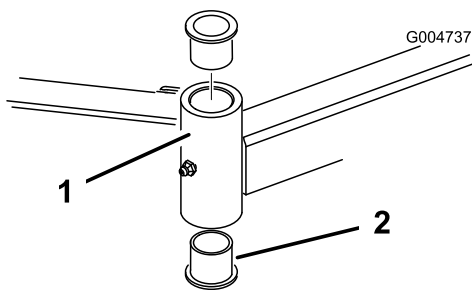

Bild 93
4. Stecken Sie einen Dorn oben oder unten in das Befestigungsrohr und treiben die Büchsen heraus (Bild 93).